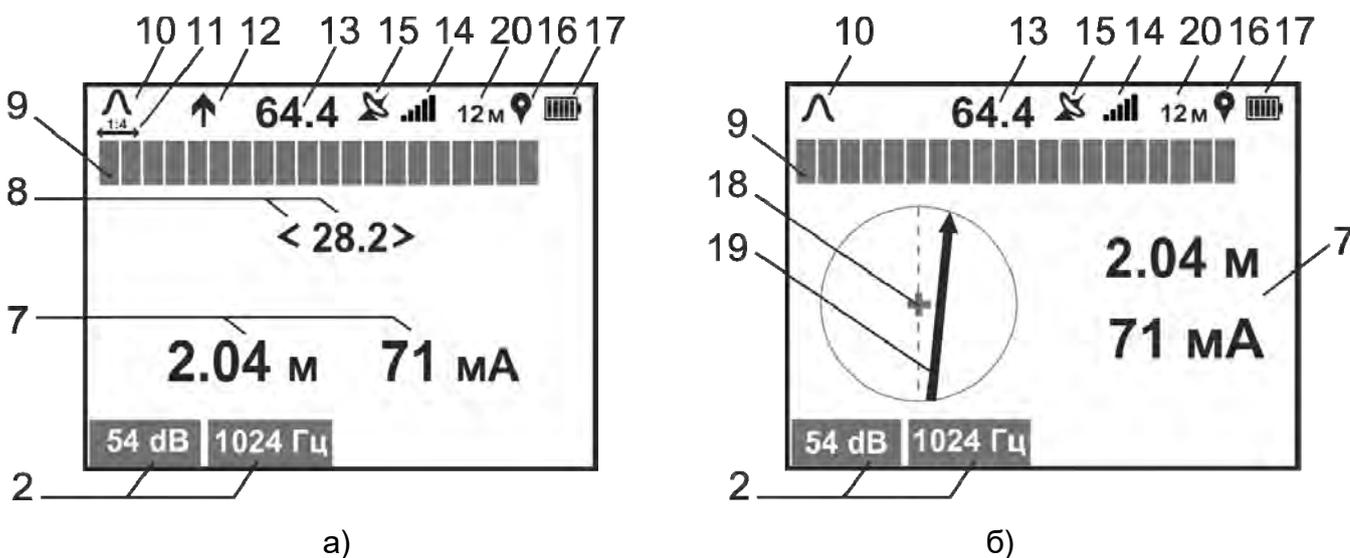

Рисунок 3.2 – Индикация приемника в режиме «ТРАССА»
- «ТРАССА» – для поиска коммуникаций с одновременным определением глубины её залегания, величины протекающего по ней тока рабочей частоты (рисунок 3.2.а). Дополнительно при включенной функции «КОМПАС», отображается положение и направление коммуникации относительно приемника (рисунок 3.2.б).;
Примечание. Индикация значения уровня входного сигнала в «дБ» при поиске по «максимуму» и «минимуму» (соответственно поз. 13 и 8 на рис. 3.2) при перегрузке соответствующих им входных каналов меняет свой цвет на красный
При включенной опции «растяжка шкалы «максимум» 1:4» цена деления уменьшается в четыре раза, тем самым увеличивая разрешающую способность шкалы. При этом на экране отображается символ «» (поз. 11 на рис. 3.2), под шкалой «максимум» появляется желтая полоса, указывающая положение окна растяжки относительно исходной (нерастянутой) шкалы.
Коммуникация схематически отображается в виде линии – указателя положения коммуникации (поз. 19 рис. 3.2 и 3.3). Одновременно с этим в режиме «ТРАССА» на индикаторе отображаются шкала «максимум» и уровень входного сигнала, в режиме «ТРАССА-ДАТЧИК» отображаются шкала и уровень входного сигнала по входу «ДАТЧИК», а также его относительная полярность.
По мере продвижения по трассе ориентируйте приемник относительно коммуникации таким образом, чтобы на экране указатель положения коммуникации (поз. 19 рис. 3.2) совпадал с осью приемника (поз. 18 рис. 3.2).